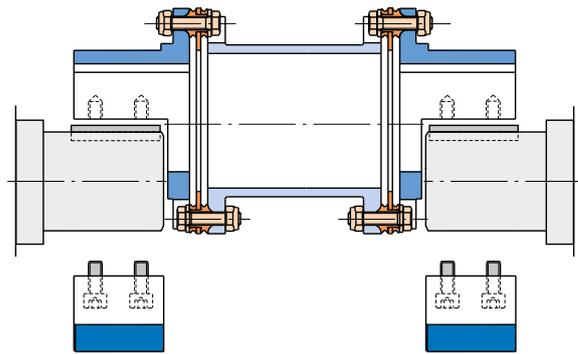

Bild 116
- Kupplung von oben auf die Wellen zuführen und mit zugehörigen Halbschalen vormontieren (Bild 116).